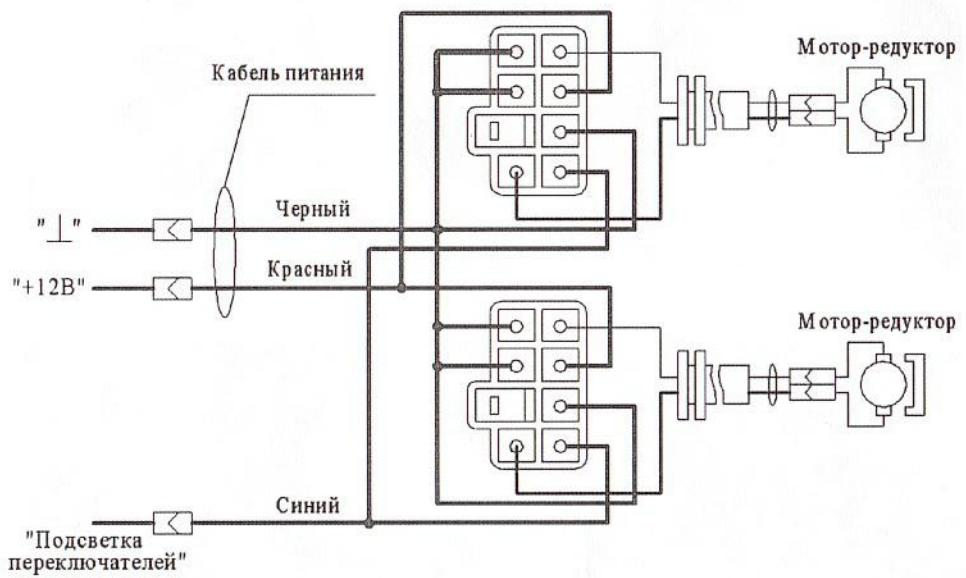

Рис. 4
6.9 Через отверстия в стойках дверей и дверях, через кабельные вводы, пропустить кабели от электродвигателей к переключателям. Подключить кабели от электродвигателей в соответствии со схемой подключения и установить переключатели с рамками (см. рис.4).